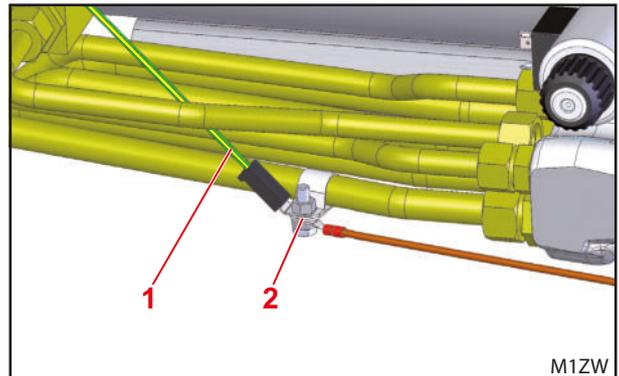

Fig. 23 Collegare il cavo di massa
- (5) Montare la fascetta stringitubo nella zona del tubo trasversale sul tubo idraulico e collegare il cavo di massa verde-giallo (vedere Fig. 23).
- (6) Allineare il cavo del caricatore frontale e fissarlo con serracavi ai tubi idraulici.